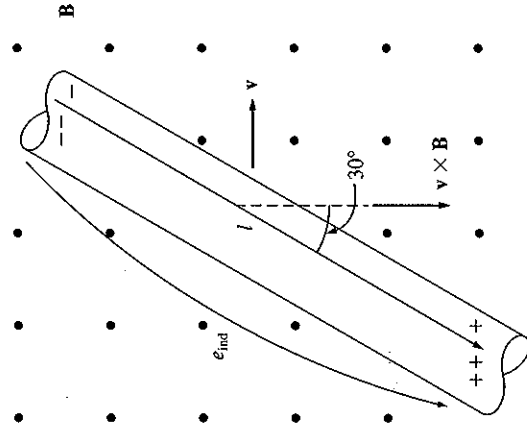

FIGURA 1-18
**EXEMPLO 1-9** A Figura 1-18 mostra um condutor deslocando-se com uma velocidade de 10 m/s para a direita, na presença de um campo magnético. A densidade de fluxo é 0,5 T para fora da página e o condutor tem 1,0 m de comprimento, orientado como está mostrado. Quais são o valor e a polaridade da tensão induzida resultante?